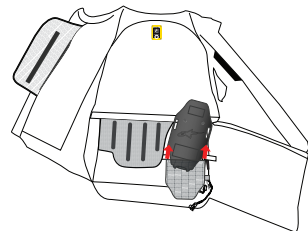

図13
3. 固定用の2つのフックとループのパッチを開いて、ポケットからインフレーターハウジング(4)を取り除きます (図13)。